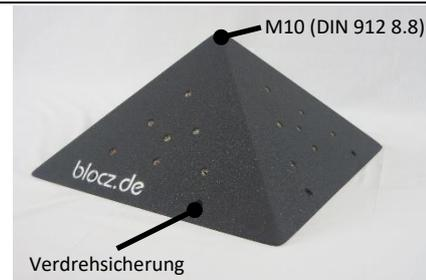

Bild 6 Befestigung „Viereck 490 BO“
- **Bis 600mm Kantenlänge** (s. Bild 6)